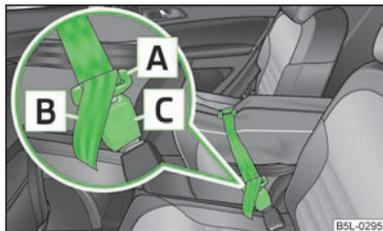

Abb. 84
- › Die Schliessungen [A] » Abb. 84 in die Gurtschlösser des hinteren mittleren Sicherheitsgurts [C], zunächst auf der einen und danach auf der anderen Seite, stecken.